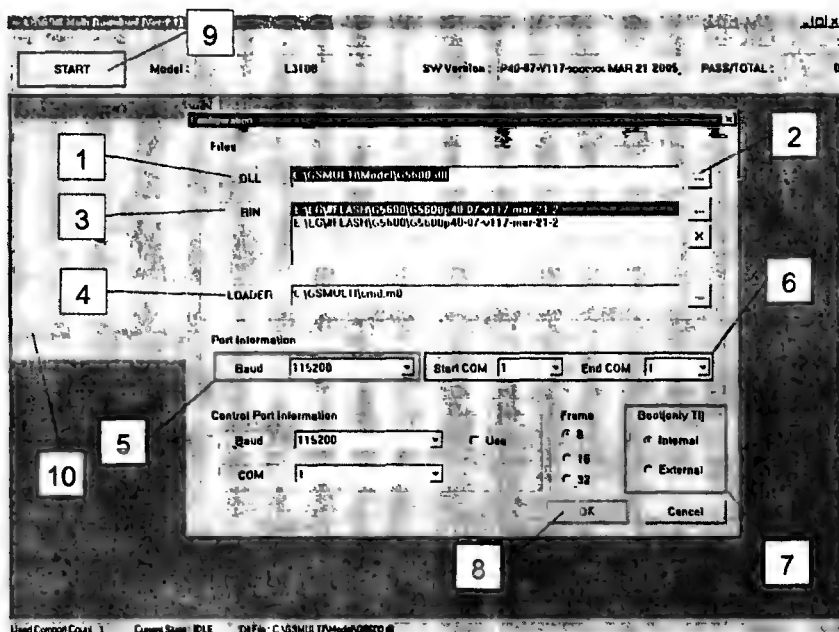

Рис. 4.20
Окно программы с меню конфигурации показано на рис. 4.20.
Для всех моделей телефонов, в которых используется процессор ANALOG DEVICES, в группе BOOT (only TI — только для TEXAS INSTRUMENTS) необходимо оставить включенной позицию INTERNAL (7 на рис. 4.20). Затем нажимают кнопку OK (8).